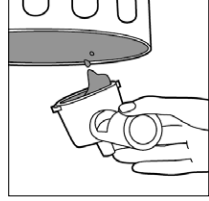

Figura 14
1. Retire el portafiltro para desecharlo los granos de café. Alce el clip retenedor del filtro de manera que esté colocado sobre el borde del filtro, sujete en su lugar mientras desecha los granos de café (Figura 14). Esto ayuda a mantener el filtro asegurado en posición.